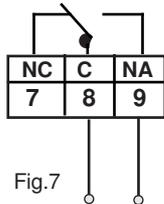

Fig.7
**LOGICA NEGATIVA** : in questo caso la bobina del relè e' mantenuta costantemente diseccitata (Fig.7-Fig.8) .